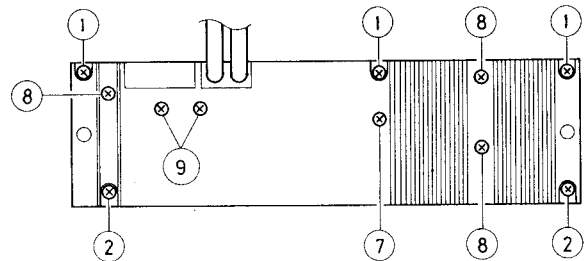

Fig. 2-1
- 1) Zwei Schrauben ⑥, die den Laufwerkwinkel von dem rechten Träger halten, entfernen.
- 2) Schraube ⑦, die den Laufwerkwinkel von der Rückseite hält, entfernen. (Siehe Abb. 2-1)
- 3) Schraube ⑩, die die Rückplatte hält, entfernen.
(Siehe Abb. 2-1)